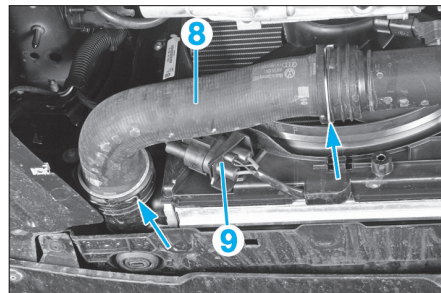

Fig. 4
- Déposer la durite d'air de suralimentation (8) (Fig.4).